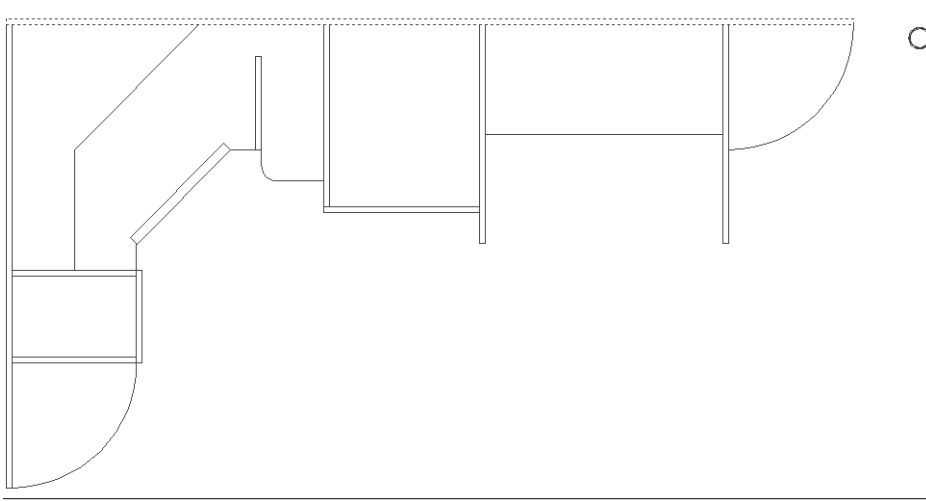

Рис. 9.3 ▼ AutoCAD определил, что выбранная точка находится внутри контура задней стенки
- Щелкните внутри контура задней стенки рабочей зоны. Если вы не забыли отключить автоматическую привязку и выбрали нужный масштаб, эта задача не вызовет у вас затруднений. О том, что область для штриховки выбрана правильно, вы узнаете из того, что все отрезки, образующие контур задней стенки, будут отображаться штриховыми линиями (рис. 9.3).